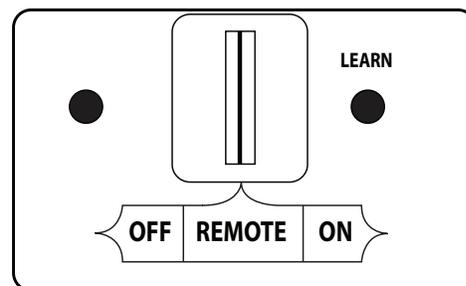
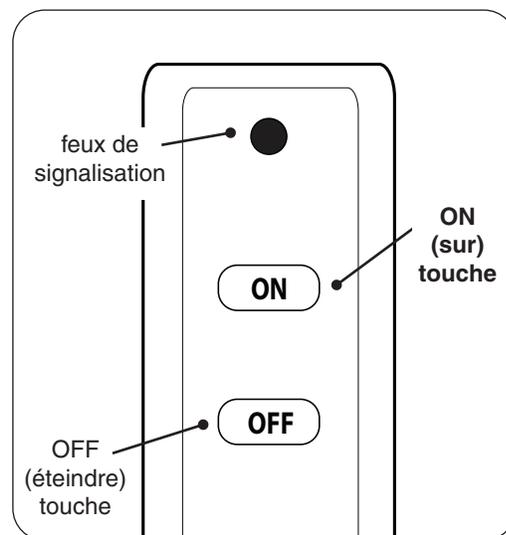

Fig. 30-1 Détail récepteur de télécommande (REMOTE)
Fig. 30-2 Détail télécommande
1. Repérez l'interrupteur à 3 positions sur le récepteur de télécommande (voir Fig. 30-1), Et faites glisser le commutateur sur la position **REMOTE** (éloigné).
**Note:** Pour Boîte de commutateur modèles, veiller à ce que l'interrupteur ON/OFF (sur/éteindre) à l'avant de la boîte de commutation est en position **OFF (O)** (éteindre).
2. Localiser la télécommande et appuyez sur la touche **ON** (sur). Voir Fig. 30-2. La séquence d'allumage commence.